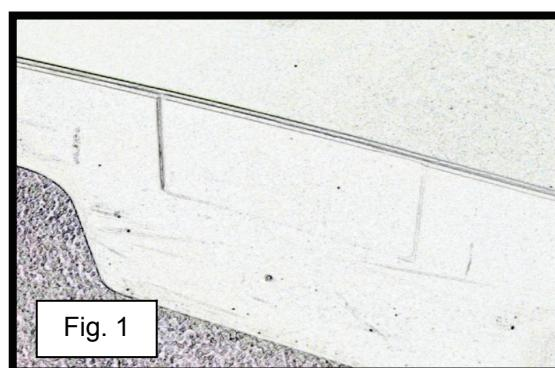

Fig. 1
- 1) Individuare la zona rettangolare rientrata posta sulla **superficie esterna** del bancale (vedere fig. 1). Si tratta della collocazione consigliata da Justrite Manufacturing per il posizionamento delle graffe di giunzione.